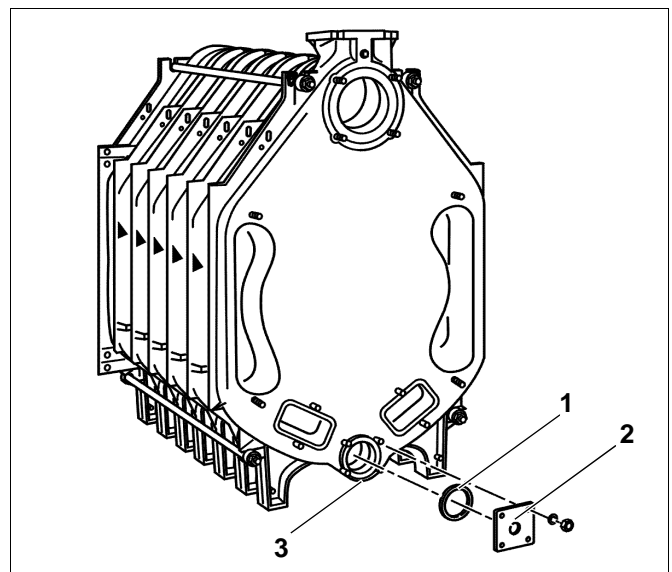

Fig. 23 Montaggio della flangia di chiusura
- Chiudere dal davanti e da dietro i mozzi inferiori della caldaia (fig. 23, **pos. 3**). Per farlo, applicare la corrispondente guarnizione (fig. 23, **pos. 1**) a ciascun mozzo ed avvitarvi la flangia quadrangolare con lato da 110 mm.
La flangia con il foro filettato da $\frac{3}{4}$ " , per l'attacco di riempimento e scarico caldaia (fig. 23, **pos. 2**) viene montata sulla parte posteriore della caldaia.